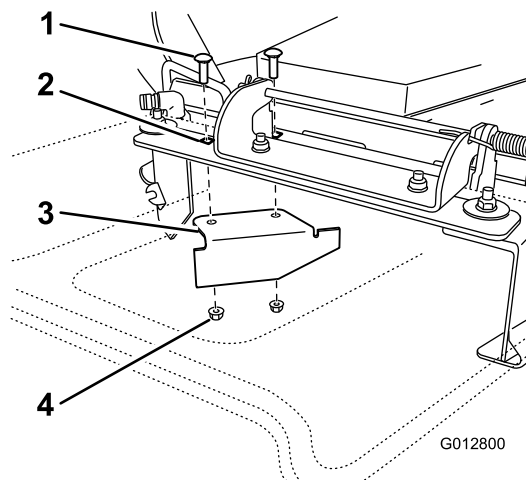

Figura 35
13. Localice el tabique en la bolsa de piezas sueltas. Retire las fijaciones de los taladros traseros de la placa de descarga. Instale el deflector en el orificio de descarga lateral de la plataforma de corte (Figura 35).